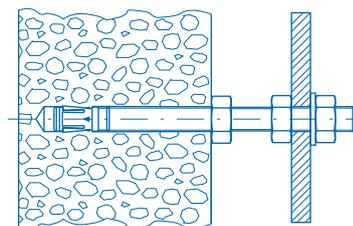

Рис. 7
- **Дистанционный** (рис. 7) — монтаж на расстоянии от базового основания после предварительной установки анкера. Такой монтаж характерен для механических (клиновых, забивных) и химических анкеров с большой длиной резьбовой части.